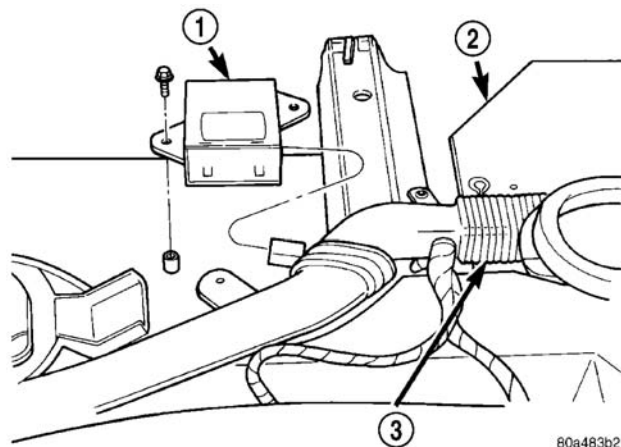

图 4 RKE 模块
- (1) 断开并隔离蓄电池负极电缆。
- (2) 拆卸仪表板顶盖（请参见 23-车身/仪表板/仪表板上部垫板-拆卸）。
- (3) 拆下固定 RKE 模块至仪表板的螺钉。
- (4) 从 RKE 模块上断开电线接头（图 4）。
- （2）连接电线接头至 RKE 模块（图 4）。